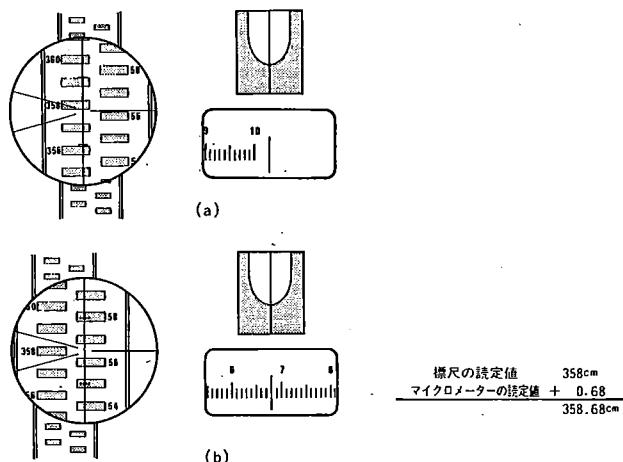

図14
1. 図14(a)は標尺を視準した時の図です。
2. 図14(b)はマイクロメーターつまみ⑧を回し標尺の目盛の 358 cmに楔型線を利用して正確に合わせた時の図です。勿論この状態で気泡も合致していなければなりません。